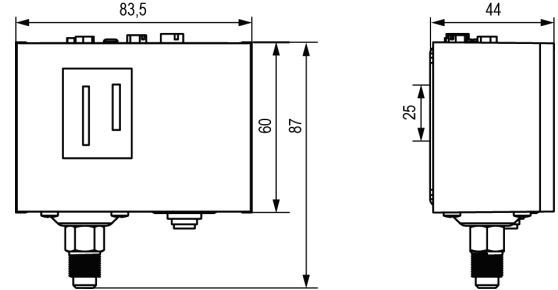

Рисунок 4.1 – Габаритні та приєднувальні розміри пристрою
- габаритні і приєднувальні розміри на технологічному об'єкті відповідають розмірам пристрою (див. рисунок 4.1);